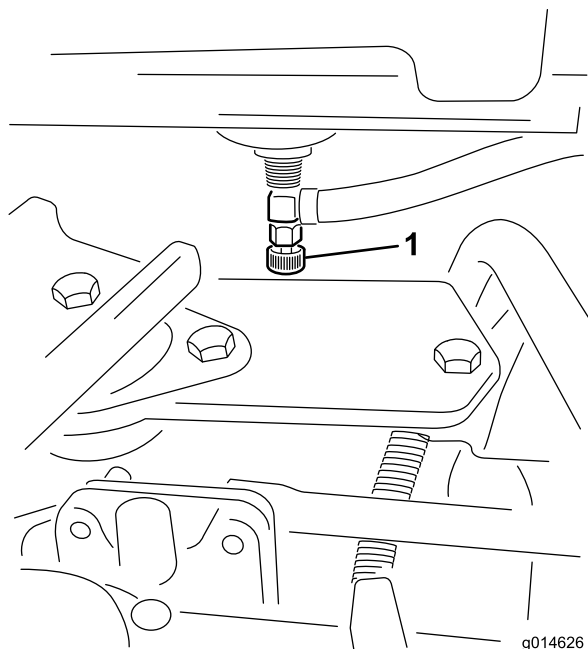

Figura 49
1. Chiudete la valvola di intercettazione del carburante (Figura 49) sotto il serbatoio del carburante.